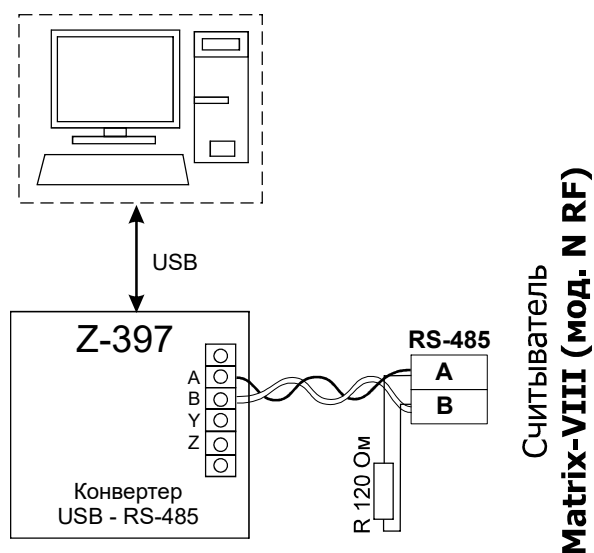

Рис.3 Схема подключения по RS-485
- при подключении по RS-485 один провод витой пары подключается на A, второй на B (см. Рис.3).